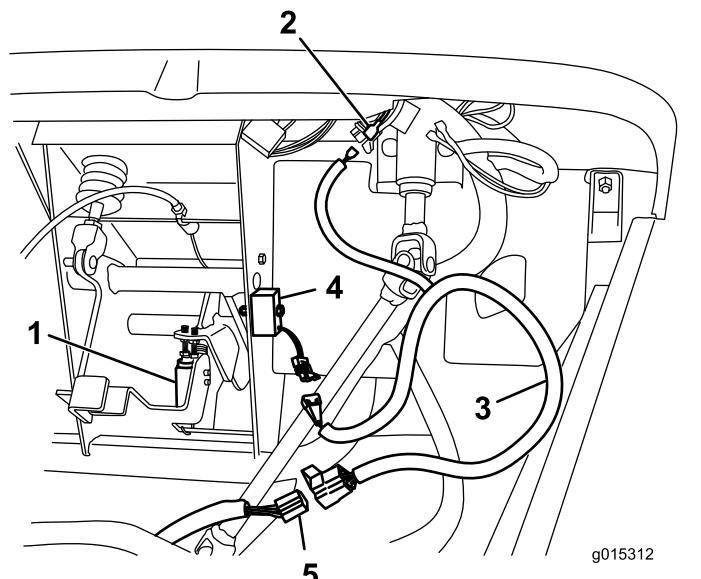

Bild 1
1. Befestigen Sie das Elektro-Sofortstartmodul mit einer Schraube (1/4" x 1 3/8") und Bundmutter (1/4") am Pedalrahmen, wie in Bild 1 abgebildet.
2. Schließen Sie den vorhandenen Kabelbaumanschluss vom Pedalschalter ab (Bild 1).
3. Der vordere Kabelbaum für den Elektro-Sofortstart (Bild 1) ist Teil der losen Teile.
4. Schließen Sie den vorderen Kabelbaum für den Elektro-Sofortstart am Elektro-Sofortstartmodul mit dem passenden Anschluss an und schließen Sie das andere Ende an den vorhandenen Kabelbaumanschluss an (Bild 1).
5. Ermitteln Sie das mit „Key Start“ (Elektro-Sofortstart) beschriftete Anschlusskabel (Bild 1).
6. Schließen Sie das Elektro-Sofortstartkabel am vorderen Kabelbaum für den Elektro-Sofortstart am beschrifteten Kabel am Fahrzeug an (Bild 1).